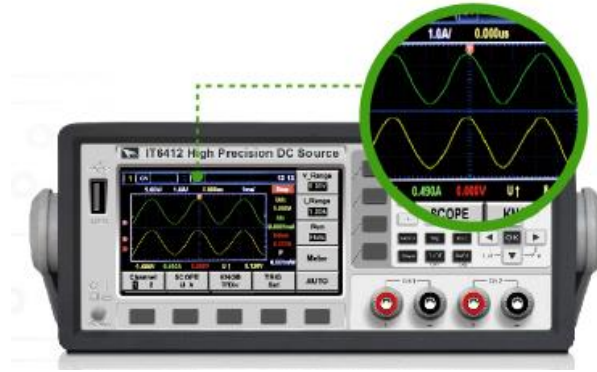

图 12 IT6400 面板波形图
另外, 利用 IT6400 和 IT7300 系列电源的特点可以应对各种待测物的信号需求, 以及解决产品品质存在的隐患。①利用 IT6400 高速线性直流电源可提供双极性输出, 且利用其 LIST 功能, 不仅单步时间可调, 还能实现波形的周期性循环, 实现定制化的触发信号输出, 应对各种待测物的信号需求。图 12 和图 13 分别显示了它的面板波形图。